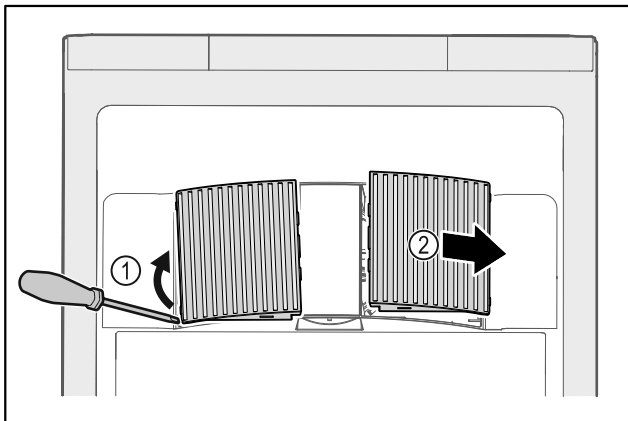

Fig. 34
- ▶ Bänd försiktigt loss flätkåporna på sidan Fig. 34 (1) och ta av dem framåt Fig. 34 (2).